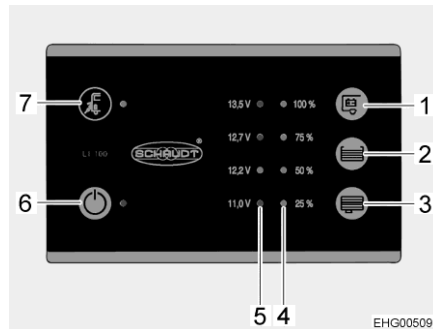

Fig. 67 Panneau de contrôle (LT 100)
La DEL jaune près du symbole de raccordement électrique "⚡" (Fig. 67,7) est allumée quand le véhicule est raccordé à une tension réseau externe. La DEL reste allumée quand le panneau de contrôle est éteint.
L'interrupteur principal 12 V (Fig. 67,6) établit ou coupe le panneau de contrôle et l'alimentation 12 V de la cellule.
- Appuyer sur l'interrupteur "⏻" (Fig. 67,6) : L'alimentation 12 V de la cellule est assurée. La DEL s'allume en vert.
- Appuyer de nouveau sur l'interrupteur "⏻" (Fig. 67,6) : L'alimentation 12 V de la cellule est coupée. La DEL s'éteint.
L'échelle DEL (Fig. 67,5) indique la tension de la batterie de cellule comme suit :
- Appuyer sur la touche " " (Fig. 67,1) : La tension de la batterie de cellule est affichée.
L'échelle DEL (Fig. 67,4) indique le niveau de remplissage du réservoir d'eau fraîche ou de celui d'eaux usées.
Appuyer sur la touche "☰" (Fig. 67,2) : Le niveau de remplissage du réservoir d'eau fraîche est indiqué par les DEL allumées.
Appuyer sur la touche "☷" (Fig. 67,3) : Le niveau de remplissage du réservoir d'eaux usées est indiqué par les DEL allumées.